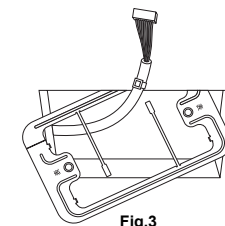

Fig.3
2. Passe o cabo através do suporte de montagem fornecido e insira o suporte no orifício de instalação. (Fig. 3)